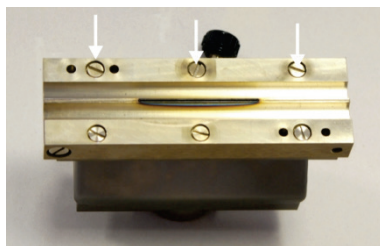

Fig. 48 Viti sulla ganascia anteriore del bruciatore
1. Svitare le viti della ganaschia anteriore del bruciatore (freccia in Fig. 48)